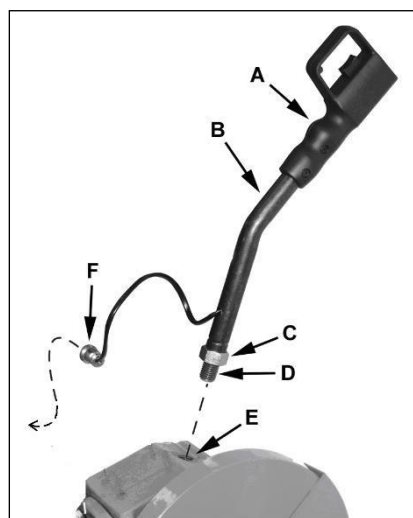

Рис.1
Завинтите резьбовую часть (D, Рис. 1) управляющей ручки (B) в резьбовое отверстие (E). Закрепите контргайку (C).
Загорится зеленая лампа подачи питания (Y). Запустить станок можно нажав пальцем пусковую кнопку на управляющей ручке (А, Рис.1).